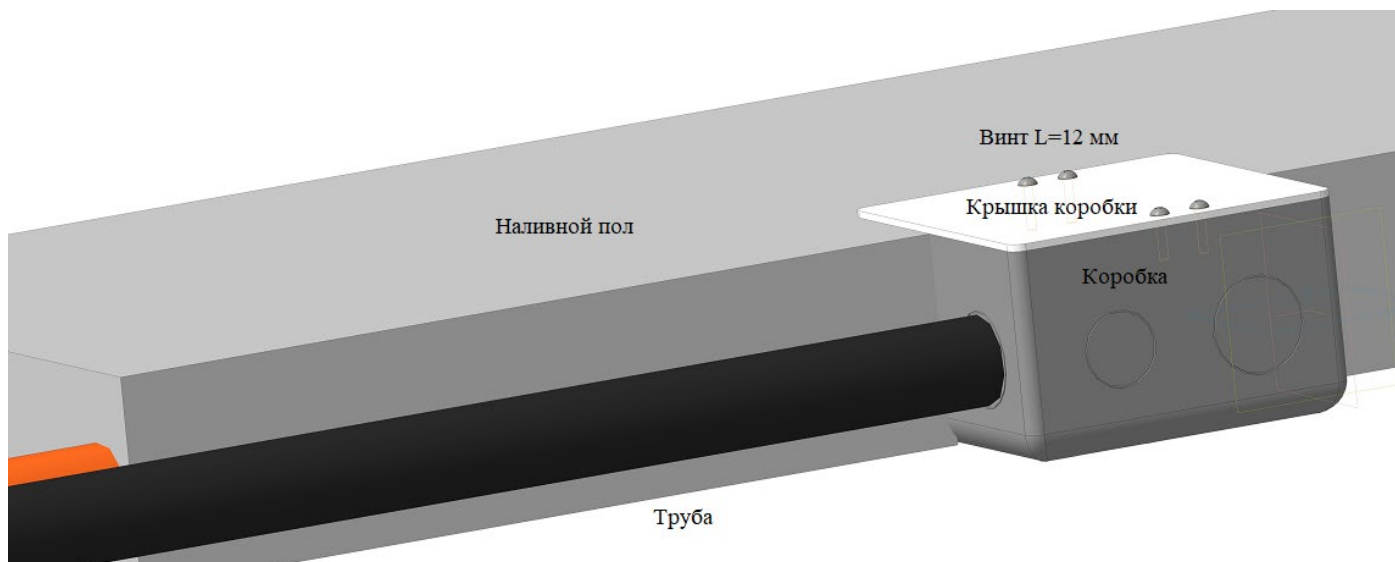

Рис. 5
2. В коробке удалить защитные вкладки в перфорированных отверстиях и завести предварительно проложенные на полу трубы с кабелем в коробку (рис. 5).